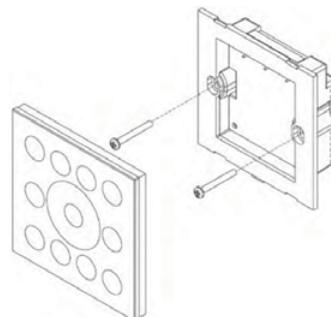

Рис.2.
3.7. Аккуратно установите лицевую панель на место (рис. 2).